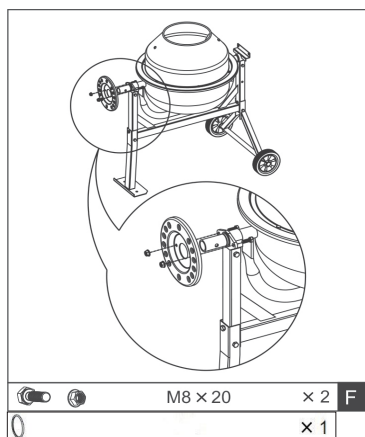

Fig. 10
7. Een spiraalring is voorgemonteerd. Verwijder de spiraalring van de as. Schuif vervolgens de vergrendelingsschijf op het langere uiteinde van de Golf. Het frame van de plaat is naar binnen gericht. Schuif de plaat OVER de as. Schuif de spiraalring op de as. Bevestig de borgschijf met twee M8x20 schroeven (F), Fig. 10.